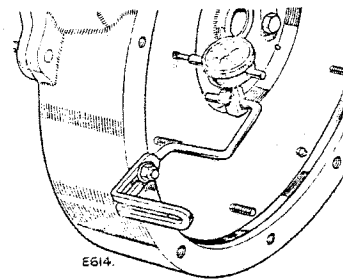

Fig. B-1—Para verificar la desviación en la cara de la rueda volante.
2. Compruébese la desviación en la cara de la rueda volante según ilustrado en Fig. B-1. La desviación en la cara de la rueda volante no tiene que exceder 0,05 mm.